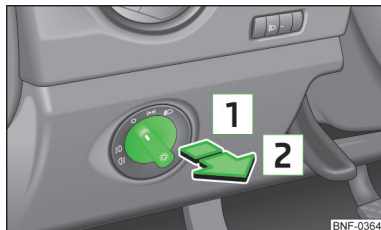

Fig. 37
- Gire el conmutador de luces a la posición » fig. 37, ⤴ o ⤵.
- Gire el conmutador de luces a la posición » fig. 37 de la página 51, ⤴ o ⤵.
- Gire el conmutador de luces » fig. 37 de la página 51 a la posición » y bloquee el vehículo.